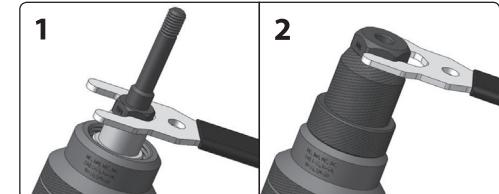

Abb. 3
- Schrauben Sie in den Nietadapter den Netaufsat mit Nietmutter nach den Schritten 1 und 2 in der Abb. 3 ein. Der Netaufsat besteht aus zwei Teilen (Mittelschaft mit Gewinde und obere Mutter - siehe Abb. 3). Die Größe des Netaufsatzes ist nach der Größe der Nietmutter zu wählen. Die Größe und Länge der Nietmutter muss im Hinblick zum Durchmesser und Tiefe der vorgebohrten Öffnung und des zu verbindenden Materials gewählt werden, sonst ist eine ordnungsgemäße Verbindung der Bauteile nicht gewährleistet. Die Größe der Nietmutter muss dann der Kennzeichnung am Netaufsat in Form von z. B. M5... entsprechen. Ziehen Sie dann den Netaufsat mit dem mitgelieferten Schlüssel an (Abb. 3, Schritt 2).